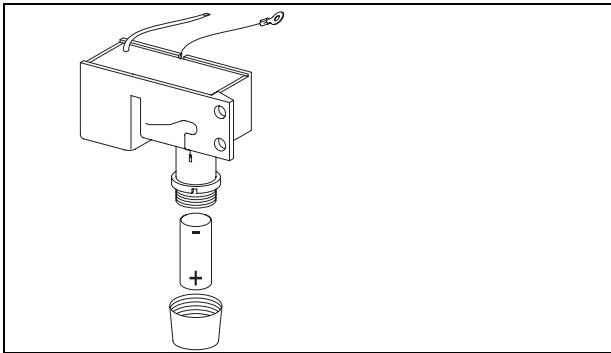

Fig. 5 Introducir la pila
- ▶ Introducir la pila LR6 de 1,5V en la caja correspondiente (Fig. 5).